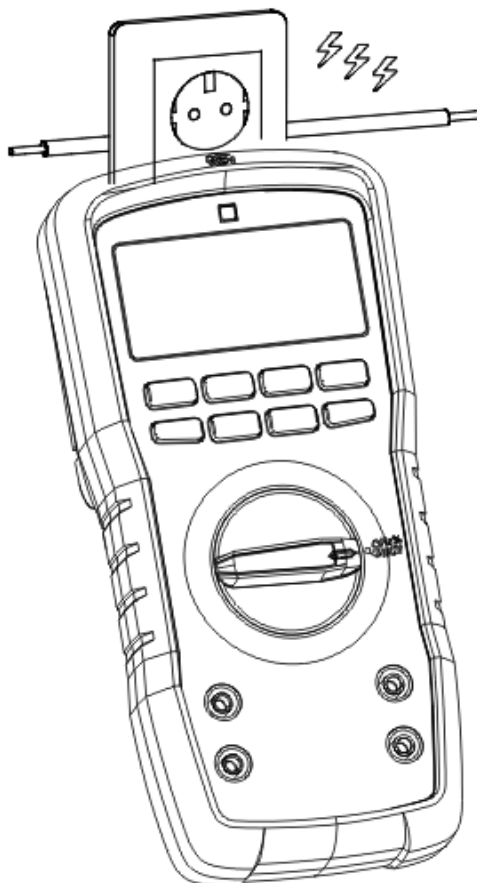

Figure 18
15. NCV (Détection de tension AC sans contact) (Figure 18)